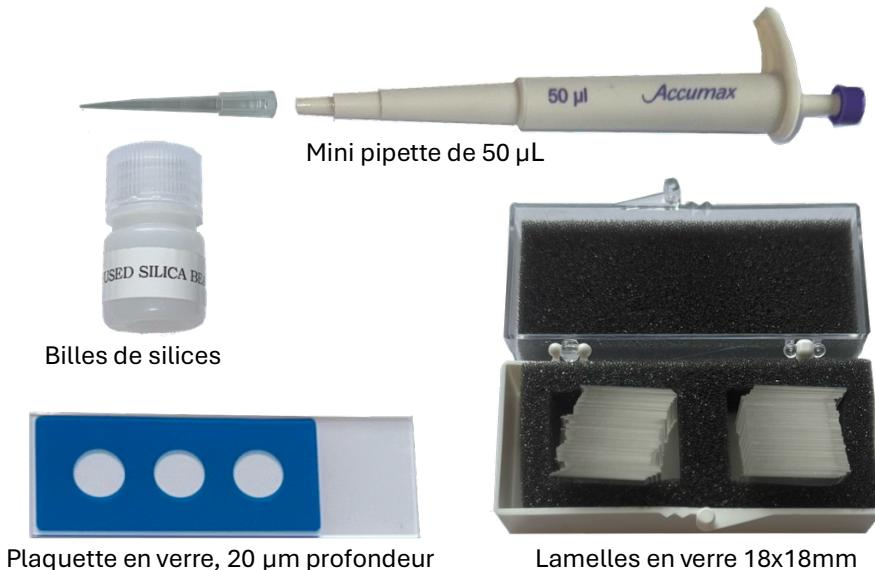

Figure 5 - Matériel pour l'expérience "Trap a beam"
- Prendre dans la boîte « Sample Preparation Système » le matériel suivant (voir Figure 5) :